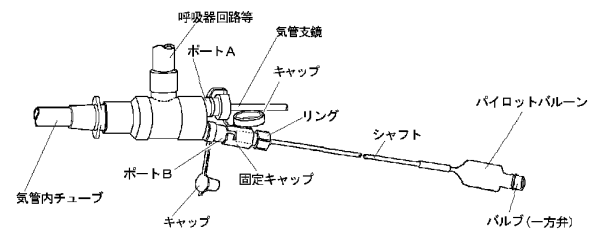

図4.
- ⑥気管支鏡下で、ブロッカーチューブのカフが気管内チューブ先端より突出するまで挿入した後、ブロッカーチューブの先端を、挿入を目的とする気管支側に向ける(ブロッカーチューブを回転させる)こと。
- ⑦気管支鏡により、ブロッカーチューブ先端(カフ)の位置が変わっていないことを確認した後、カフ内に適量の空気を注入し、気管支をブロックすること。
- ⑧カフ膨張後、ポートBの突起に固定キャップのスリットを入れ込みながら、右に回して装着(ロック)し、さらに固定キャップのリングを右に回して、ブロッカーチューブをシーベルコネクタに固定すること。(図4参照)